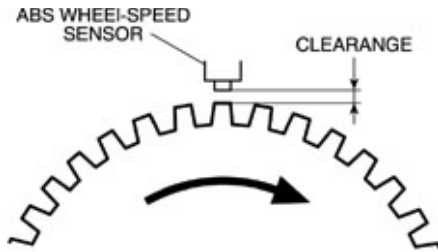

Рис. 16. Проверка установочного зазора WSS
1. Необходимо снять колесо и проверить правильность установки датчика на ступице. Величина зазора между ротором и датчиком составляет 1,3...2,0 мм (см. рис. 16). При необходимости отрегулировать зазор.